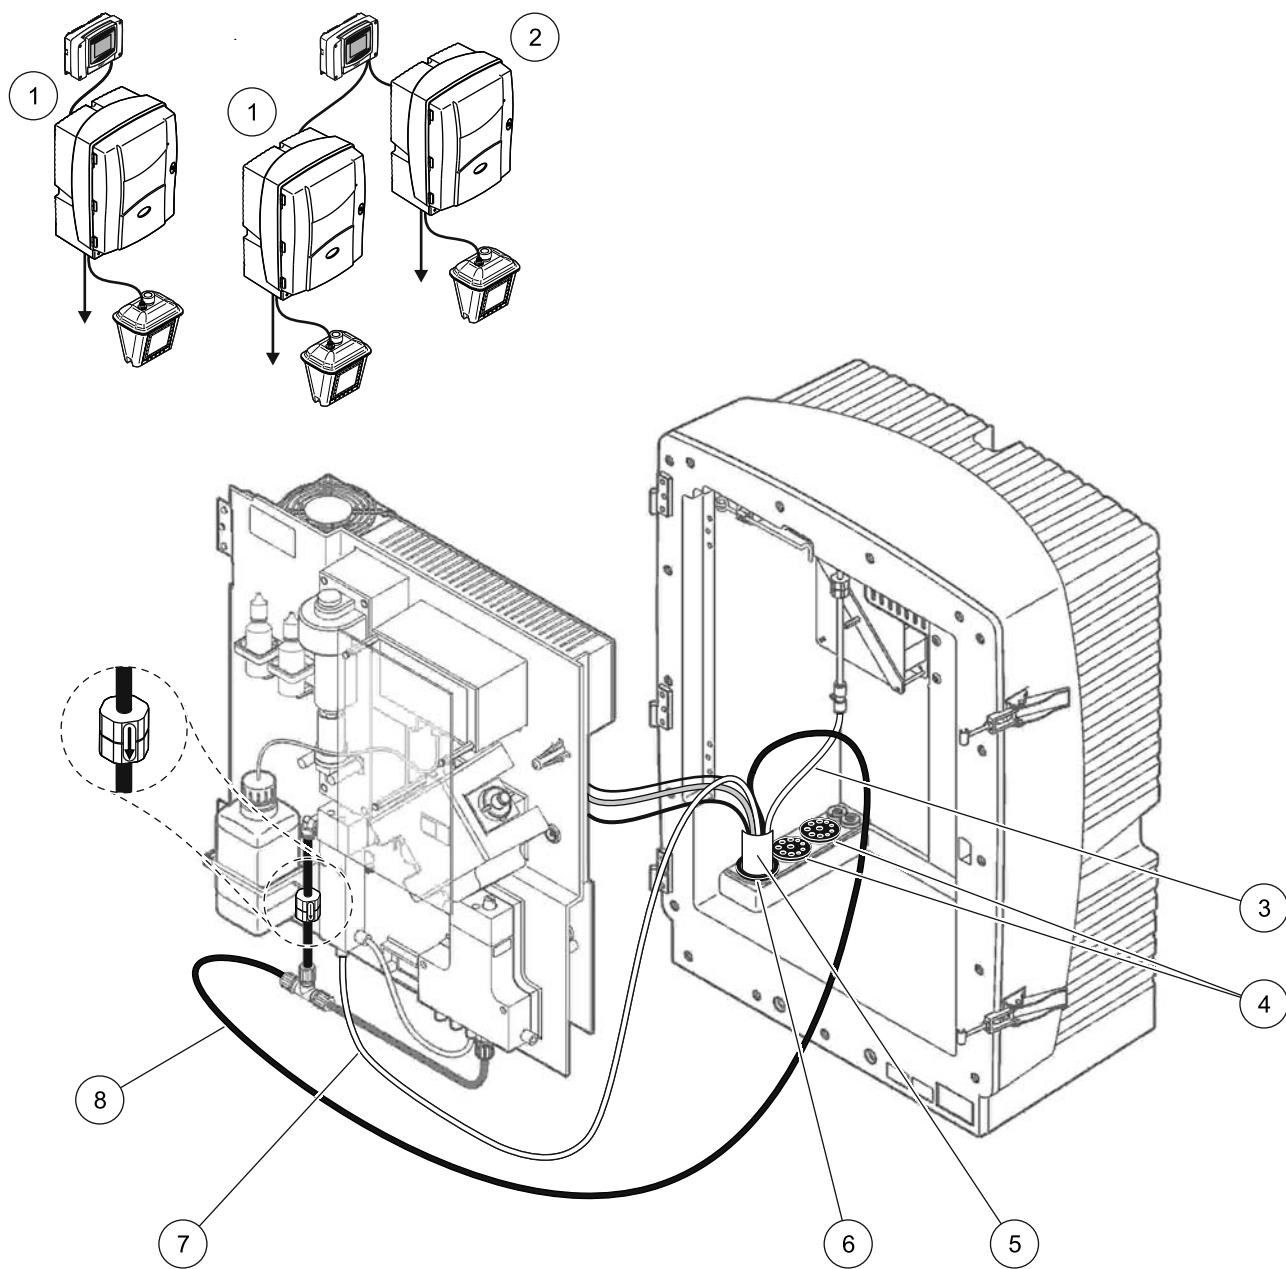

図 29 オプション 1 設定
83 ページの図 29 およびオプション 1 に関する以下の説明を参照してください：
2. フィルタ プローブ sc ホース (試料ライン、電線およびドレーン チューブ) を分析装置の開口部まで通します (アイテム 5、**83 ページの図 29**)。シール プラグ #2 を使って固定します。
6. ドレーン チューブをフィルタ プローブ sc に接続します (**83 ページの図 29**)。